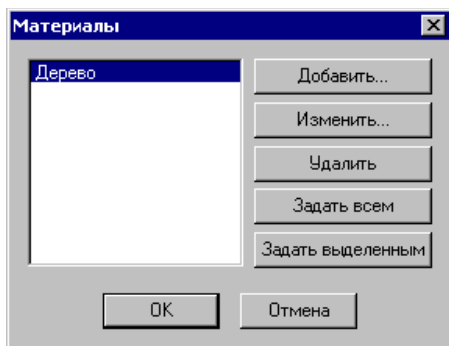

Рис. 2.13. Диалоговое окно **Материалы**
Команда  **Материалы** позволяет работать со списком материалов для данной конструкции и назначать элементам различные типы материалов. После вызова команды на экране появляется диалоговое окно (рис. 2.13).
**Добавить...** – кнопка создаёт новый материал. После нажатия выводится на экран диалоговое окно (рис. 2.13), в котором пользователь может задать название материала и все его параметры.
**Изменить...** – кнопка позволяет изменить механические свойства уже созданного материала. После нажатия на экран выводится диалоговое окно (рис. 2.13).